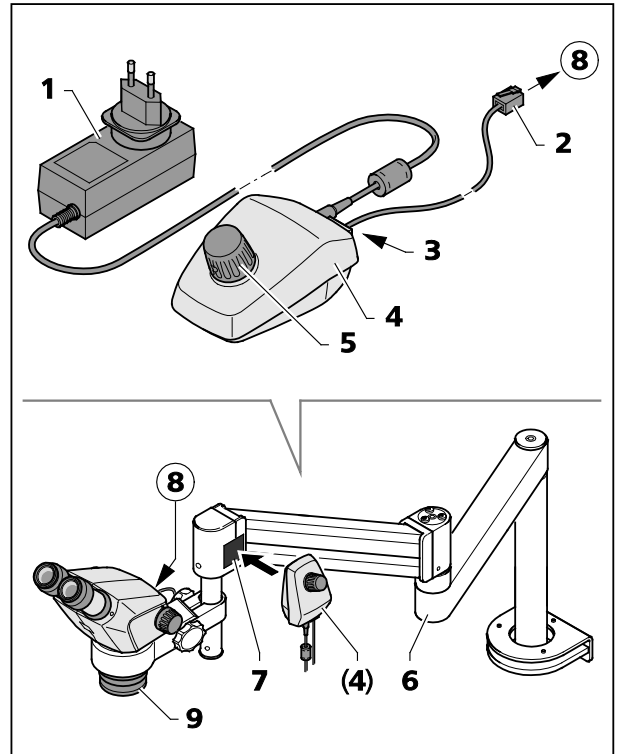

图24 K LED 控制器
控制器 K (图24/4) 用于在使用镜臂 B 或 U 或其它镜臂时, 控制 Stemi 305 主机的垂直照射或环状光源。
- 将前端系统 0.5x/185 mm (图24/9) 固定在显微镜主机上。
- 在使用环状光源时, 通过随附的适配器 (内直径 58 mm, 外直径 66 mm) 将其适配在前端系统 (图24/9) 上。
- 将磁盘 (图24/7) 的吸磁面固定在摇臂镜臂上。
- 将随附的连接电缆 (长 1 m) (图24/2) 插入显微镜主机和环状光源插槽 (图24/8) 以及控制器 K (图24/4) 背面插槽 (图24/3)。
- 将控制器 K (图24/4) 放置在磁盘 (图24/7) 上。
- 用电源 (图24/1) 将控制器 K 通上电。
- 调整摇臂镜臂 (图24/6), 使其达到符合人类工程学的工作位置。
- 按下控制器 K 的旋钮 (图24/5) 打开垂直照射 (或环状电源), 并旋转旋钮设置照射强度。